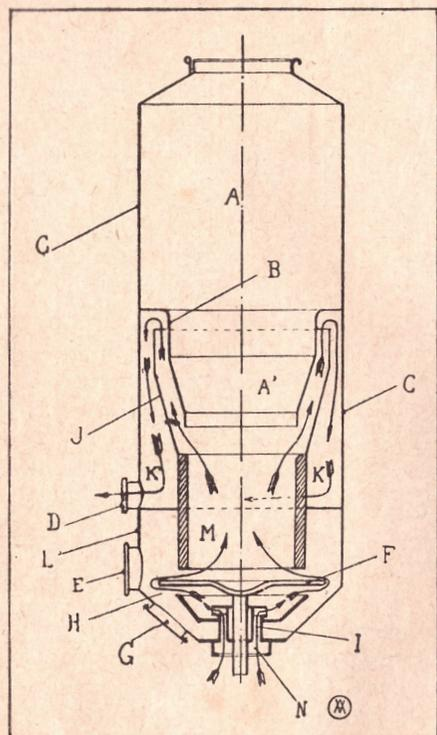

Fig. 19. — Le générateur Malbay
**Générateur.** — Le foyer (fig. 19) comporte une enveloppe cylindrique en matière réfractaire spéciale dense, dure et très résistance aux variations de température même brusques ; au-dessous du foyer est une sole perforée tournante.